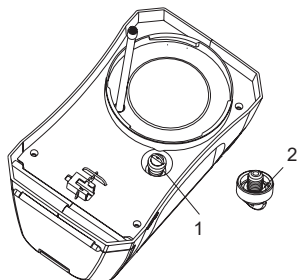

Figur 15
- Før en liten ledning gjennom det eksponerte hullet for å fjerne rusk. Skyll deretter med vann. Se figur 15.